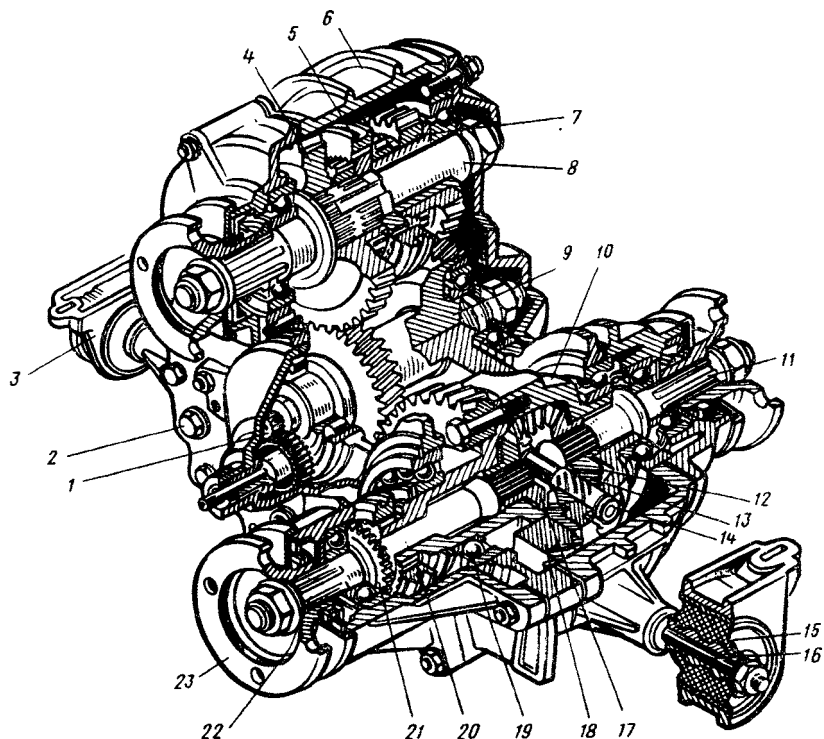

Рис. 15. Раздаточная коробка автомобиля ВАЗ-2121:
3. Ослабление креплений или повреждение опор раздаточной коробки и задней опоры коробки передач. Подтянуть детали крепления опор или заменить поврежденные резиновые опоры 15 (рис. 15) раздаточной коробки и заднюю опору коробки передач.
1. Тугое вращение сателлитов на оси дифференциала. Заменить изношенные или поврежденные сателлиты 13 (см. рис. 15) или ось 14 сателлитов дифференциала.